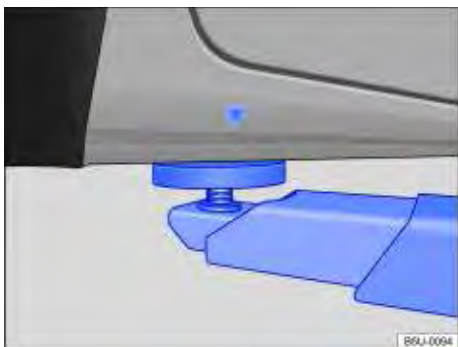
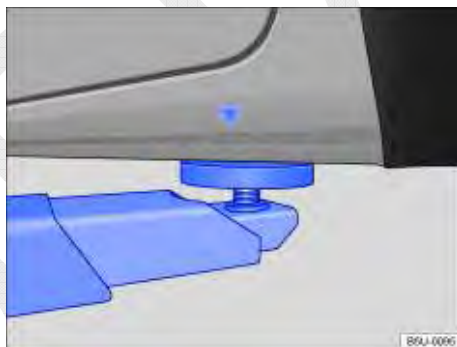

Fig. 143 Pontos de apoio dianteiros para a suspensão com plataforma elevatória ou com macaco.
Fig. 144 Pontos de apoio traseiros para a suspensão com plataforma elevatória ou com macaco.
O veículo deve ser suspenso somente pelos pontos indicados nas figuras ⇒ Fig. 143 e ⇒ Fig. 144. Se o veículo não for suspenso pelos pontos indicados, podem ocorrer danos no veículo ⇒ ⓘ e ferimentos graves ⇒ ⚠.
- Suspende o veículo somente pelos pontos indicados nas figuras ⇒ Fig. 143 e ⇒ Fig. 144. Se o veículo não for suspenso pelos pontos indicados, o veículo pode cair da plataforma elevatória quando, por exemplo, o motor ou a suspensão for desmontado.